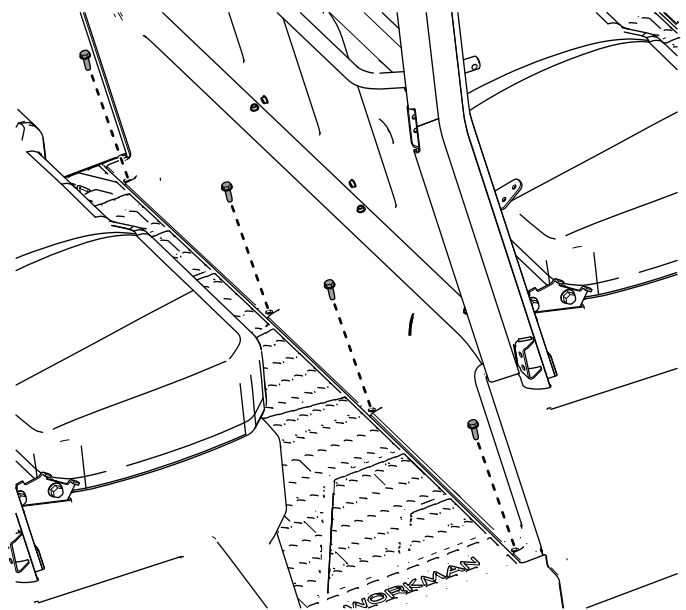

Figure 51
24. Fixez le bas du plancher à l'aide des 4 boulons à tête hexagonale à embase ($\frac{5}{16}$ " x 1") retirés précédemment, comme montré à la Figure 51.